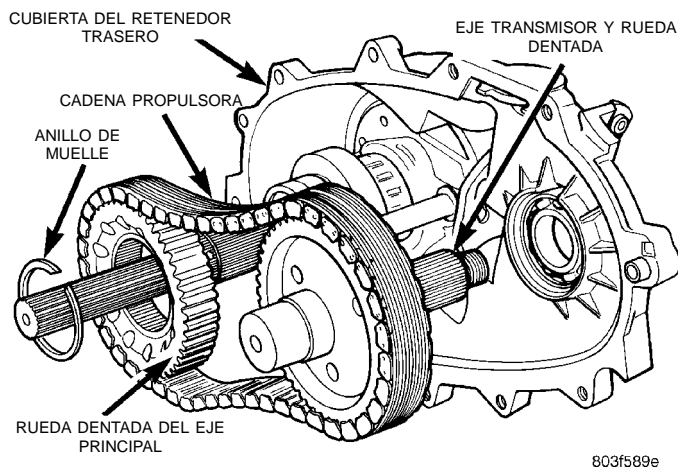

Fig. 28 Desmontaje del eje transmisor delantero, el engranaje propulsor y la cadena
(6) Retire el anillo de muelle del engranaje propulsor (Fig. 28).
(7) Desacople el engranaje propulsor (Fig. 28). Haga un movimiento de palanca hacia arriba en el engranaje y extráigalo del eje principal como se ilustra.
(8) Retire el eje transmisor delantero, la cadena propulsora y el engranaje propulsor como conjunto (Fig. 28).